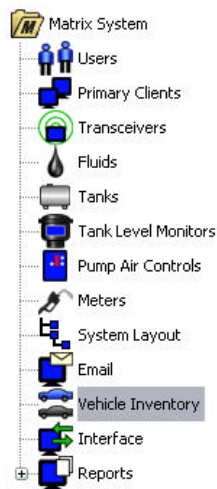

FIG. 149
1. Selecteer **Voertuiginventaris** in de lijst van het Matrix-systeempaneel (FIG. 149).